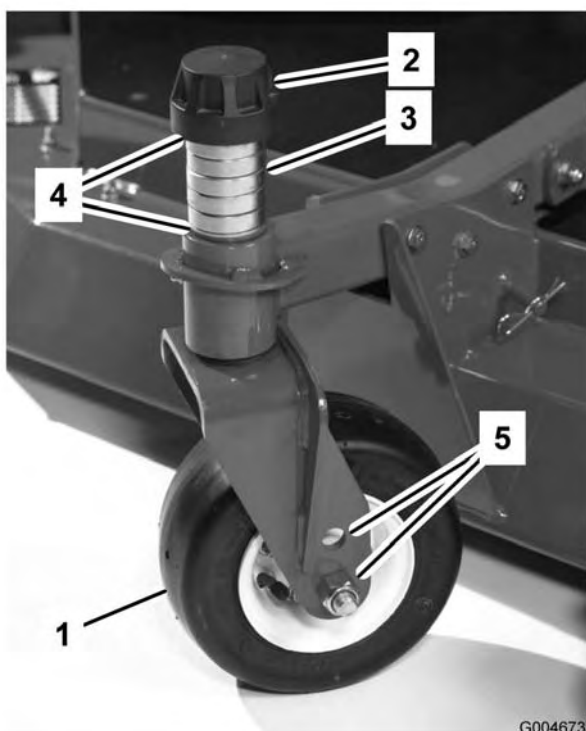

Figura 87
1. Retire el casquillo tensor del eje y deslice el eje fuera del brazo de la rueda giratoria (Figura 87). Vuelva a colocar los suplementos, según sea necesario, para elevar o bajar la rueda giratoria y obtener la inclinación correcta de la unidad de corte.